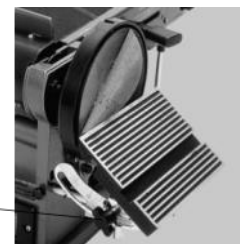

Рисунок 7
2. Конструкция станка позволяет изменять угол наклона рабочего стола от 0° до 45°. Ослабьте зажимной барашек 1, установите рабочий стол в необходимое положение, затяните зажимной барашек. (рис.7)